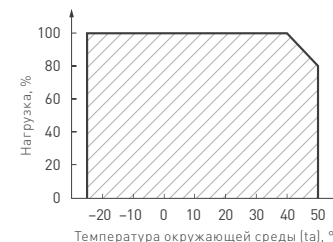

Рис. 6. Максимальная допустимая нагрузка, % от мощности источника
- температура окружающего воздуха от -25 до +50 °C (см. график зависимости максимально допустимой нагрузки на блок питания от температуры окружающей среды на рис. 6);
- 4.4. Не нагружайте источник питания более чем на 80% от его максимальной мощности. Учтите, что с повышением температуры окружающей среды максимальная мощность источника питания снижается (см. график зависимости максимальной допустимой нагрузки на блок питания от температуры окружающей среды на рис. 6).